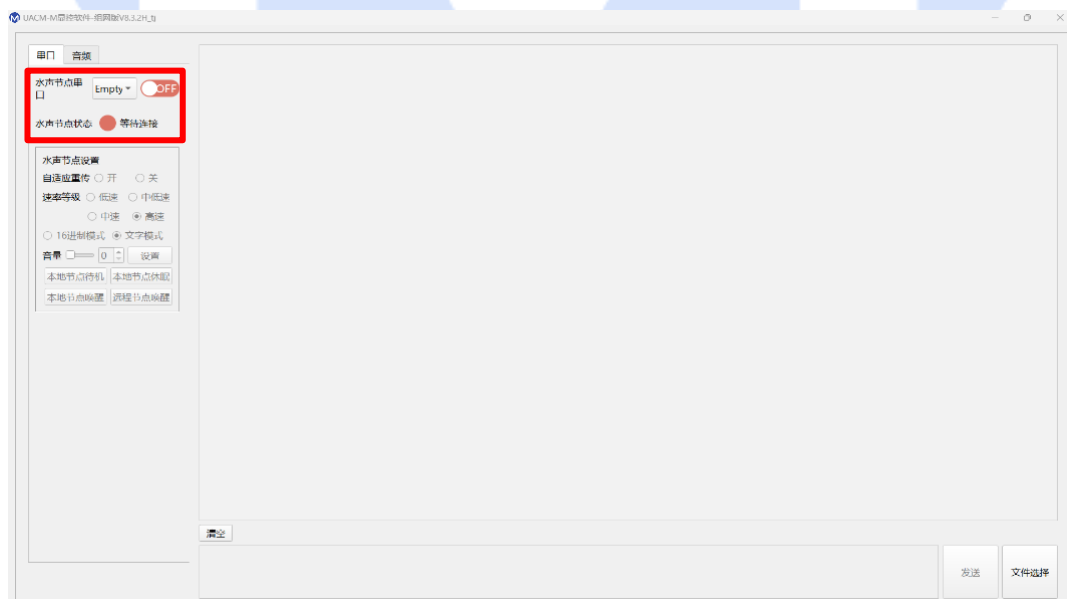
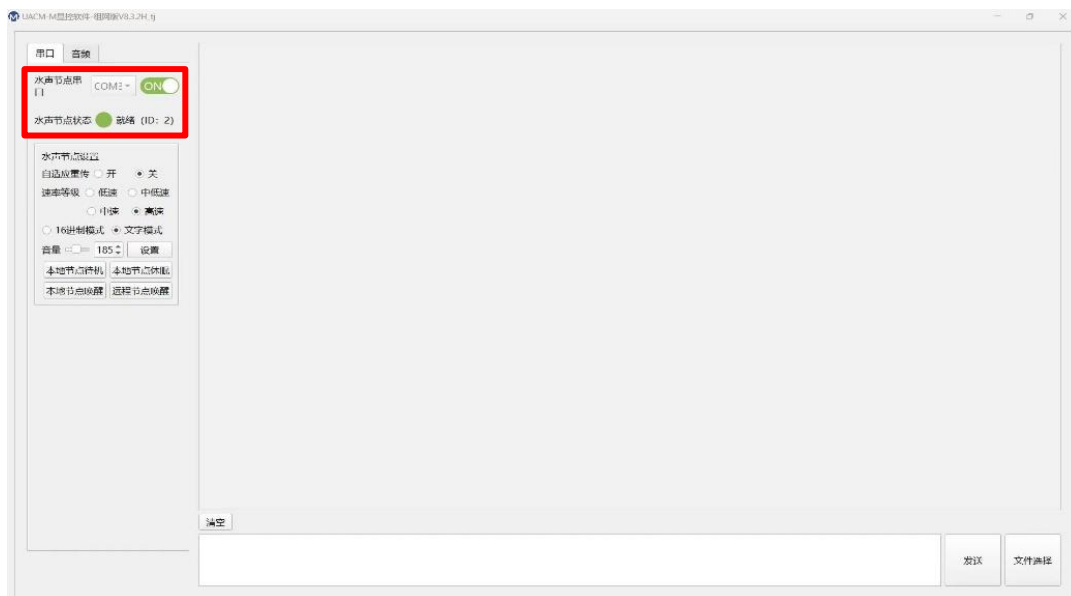

图 10 串口关闭示意图
图 11 串口打开示意图
2) 打开串口：在“水声节点串口”这一栏点击“OFF”按钮，如按钮变为“ON”且“水声节点状态”这一栏显示“就绪”即打开成功，示例见图 10、图 11：